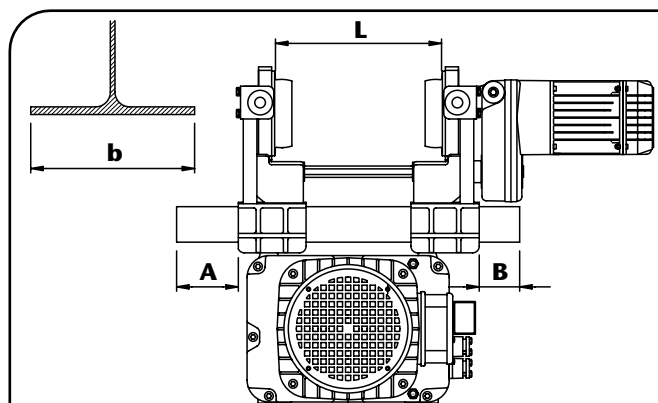

fig. 31
Avant de procéder au montage en hauteur, vérifier le réglage de l'espacement interne des galets (L) en fonction de la largeur (b) d'aile de la poutre de roulement et en fonction des hauteurs indiquées dans le tableau (fig. 31).